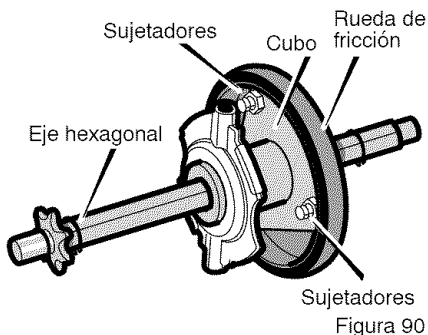

Figura 90
11. Quite los tres **sujetadores** que retienen la **rueda de fricción** en el **cubo** (Figura 90).